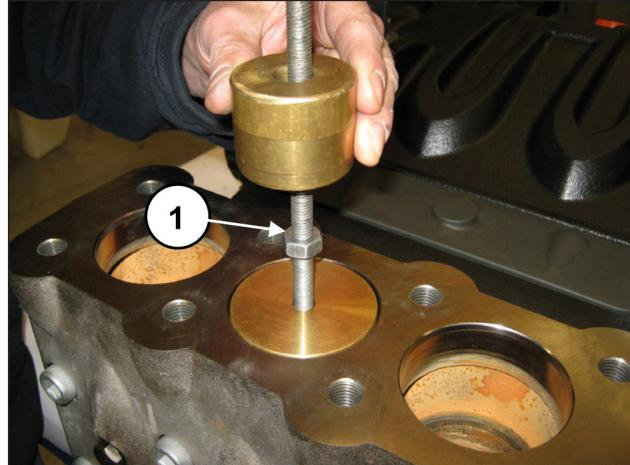

Abb. 98
Entfernen Sie die Ventilkappe mithilfe eines Abziehers mit Schlagwerk an der Bohrung M10 der Ventilkappe (Pos. ①, Abb. 98).